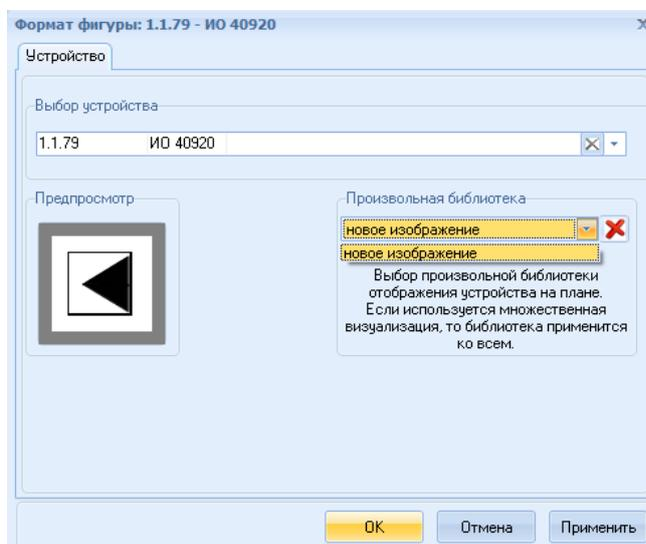

Рис. 13
- **Свойства**, позволяет открыть окно **Формат фигуры**. В строке **Выбор устройства** можно выбрать устройство из раскрывающегося списка. В строке **Произвольная библиотека** можно выбрать изображение устройства из библиотеки устройств. Если не используется множественная визуализация устройств, то выбранное изображение будет применено только к данному устройству (Рис. 13). Создание библиотеки См. 14.